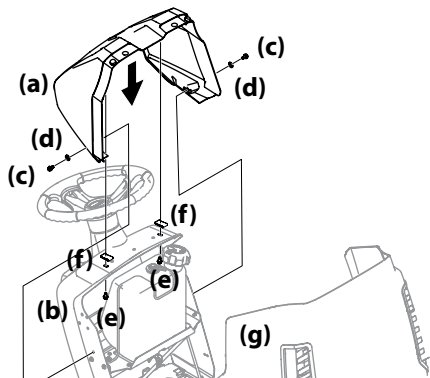

Figura 2-26
- Se o aerofólio do painel (a) foi embalado solto, as peças necessárias para fixá-lo são enviadas presas ao aerofólio (a) e ao painel (b). Remova os dois parafusos (c) e as arruelas (d) do painel (g) e os dois parafusos (e) e os clips (f) do aerofólio (b). Veja Figura 2-26.